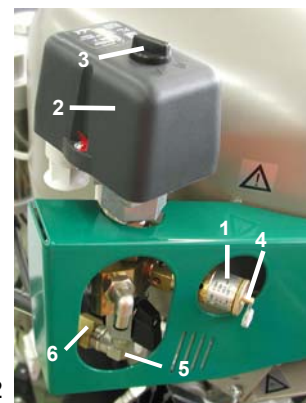

Рис.12
- Компрессор включить на реле давления (2), поворачивая выключатель (3) в положение „I“ . (Рис.12).
(Рис.12)
В том случае, если компрессор не будет применяться длительное время, рекомендуется слить конденсат из напорного резервуара и компрессор потом запустить в эксплуатацию примерно на 10 минут с открытым клапаном для слива конденсата (1) (Рис.13). Потом выключить компрессор выключателем (3) на реле давления (2) (Рис.12), закрыть клапан для слива конденсата и отсоединить оборудование от электросети.